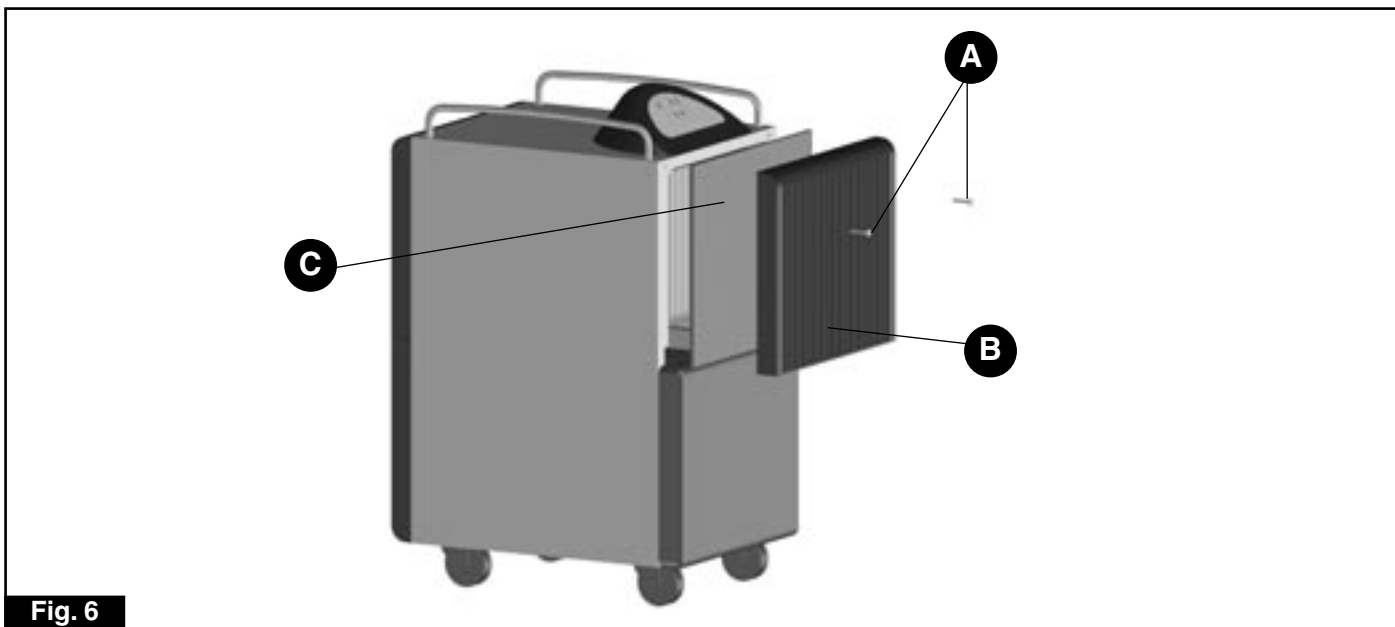

Fig. 6
- Utilizzando un cacciavite a croce, svitare le due viti (A) che bloccano la griglia entrata aria (B) al deumidificatore (fig. 6).
- Sfilare il filtro (C) dalla griglia e pulirlo con un getto d'acqua.
- Unscrew the two screws (A) securing the air inlet grille (B) to the dehumidifier with a crosspoint screwdriver (fig. 6).
- Remove the filter (C) from the grille and clean with a jet of water.
- A l'aide d'un tournevis cruciforme, dévisser les deux vis (A) de fixation de la grille d'entrée de l'air (B) au déshumidificateur (fig. 6).
- Extraire le filtre (C) de la grille et le nettoyer à l'aide d'un jet d'eau.
- Die beiden Schrauben (A), mit denen das Lufteintrittsgitter (B) am Entfeuchter befestigt ist, mit einem Kreuzschraubenzieher lösen (Abb. 6).
- Das Filter (C) aus dem Gitter herausziehen und unter fließendem Wasser auswaschen.
- Utilizar un destornillador de cruz para destornillar los dos tornillos (A) que bloquean la rejilla para la entrada del aire (B) del deshumidificador (fig. 6).
- Quitar el filtro (C) de la rejilla y limpiarlo con un chorro de agua.
- Utilizando uma chave Phillips, desaparafuse os dois parafusos (A) que bloqueiam a grelha de entrada do ar (B) no desumidificador (fig. 6).
- Extrair o filtro (C) da grelha e limpá-lo com um jacto de água.